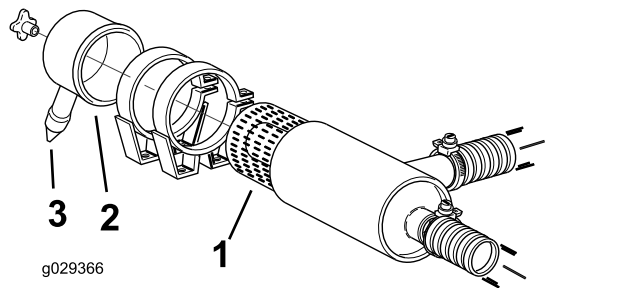

Figura 35
2. Rilasciate i fermi che fissano il coperchio del filtro dell'aria al relativo corpo (Figura 35).